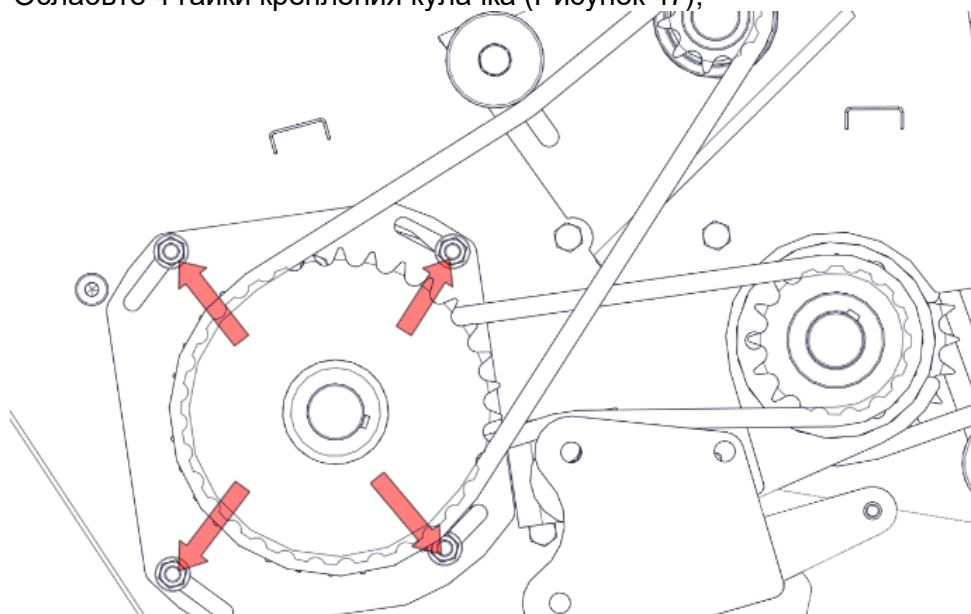

Рисунок 47 Регулировка кулачка подборщика
- Ослабьте 4 гайки крепления кулачка (Рисунок 47);